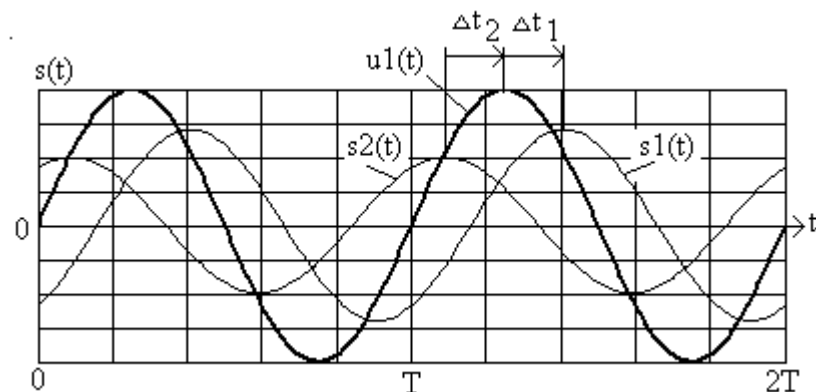

Рис. 1.16
Связь между временными диаграммами гармонических сигналов, сдвигами фаз и временными сдвигами между ними показана на рис. 1.16, где показаны три гармонических колебания.
1.10.1. Постройте модель электронного генератора импульсов на базе триггера Шмидта (интегральной схемы CD4093), показанную на рис. 1.16.